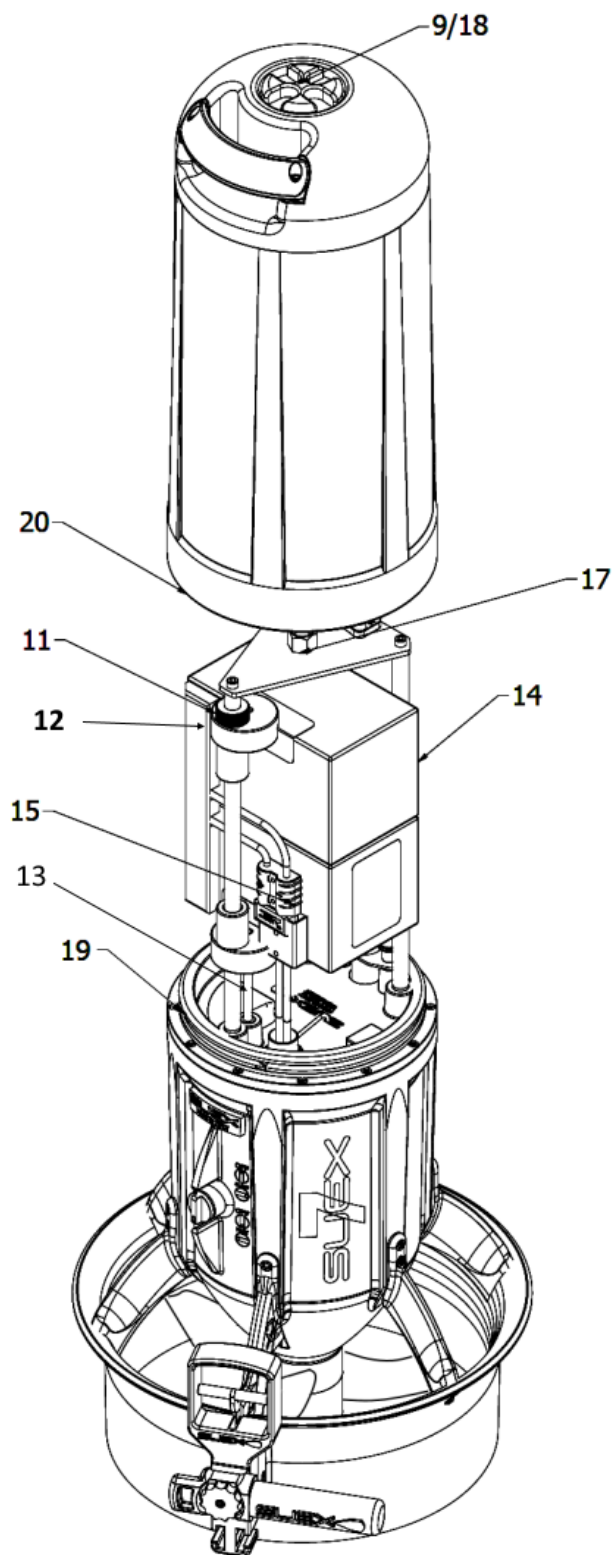

Fig.2 - Estrazione della batteria
Tolto il musone staccare i connettori rossi (15 – Fig.2) (evitando di stratonare i cavi), svitare la ghiera bianca (11) e allentare il morsetto eccentrico (12) facendo leva verso l'alto. Estrarre la batteria (14) sollevandola leggermente e sfilandola di lato facendo attenzione a non tirare i cavi del connettore.
- verificare che la vite di regolazione sia posizionata nel centraggio (13 - Fig.2);
Sempre con lo Scooter in posizione verticale controllare attentamente che la guarnizione OR di chiusura (19 - Fig.2), sia inserita nella propria sede, pulita ed adeguatamente lubrificata con olio di vaselina. Verificare la pulizia anche della sede del corpo (20), eventualmente passare un panno in microfibra pulito per eliminare polvere o sabbia. Fissare il musone (8 - Fig.1) facendo combaciare la vite (18) con il foro (17). Ruotare in senso orario il volantino (9) fino a chiusura completa senza stringere troppo usando la sola forza di due dita: la posizione della maniglia sul musone deve essere allineata all'interruttore (Fig.2).